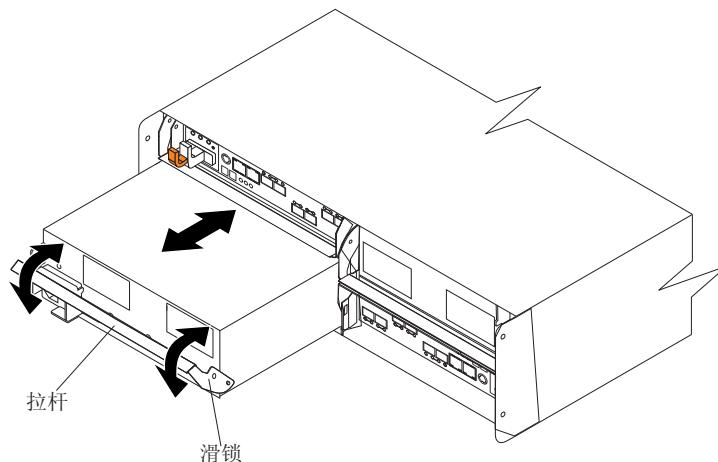

图 22. 重新安装电源和风扇单元
1. 将一个电源和风扇单元滑入存储子系统。请务必重新安装电源和风扇单元，以便每个电源和风扇单元上的拉杆朝着存储子系统的内部打开，如第 41 页的图 22 中所示。请勿强行安装。电源和风扇单元的设计可防止其错误地插入机箱。
警告: 请确保在将电源和风扇单元滑入存储子系统时拉杆是笔直拉出的, 如图 22 中所示。左右两个电源和风扇单元以相反方向位于 DS5020 机箱中。如果无法将电源和风扇单元完全插入电源和风扇单元托架, 那么将其翻转 180° 并重新插入。